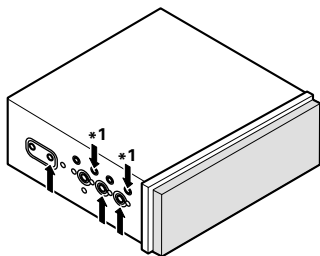
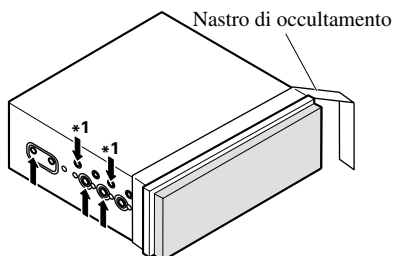
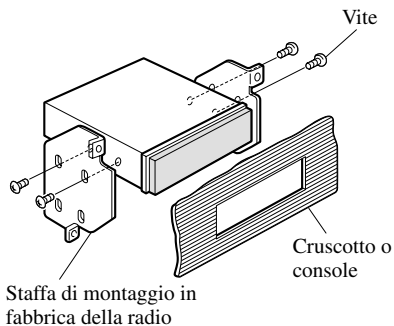

Fig. 17
Fig. 18
Fig. 19
- Fissaggio dell'apparecchio alla staffa di montaggio della radio montata in fabbrica. (Fig. 17) (Fig. 18) (Fig. 19)